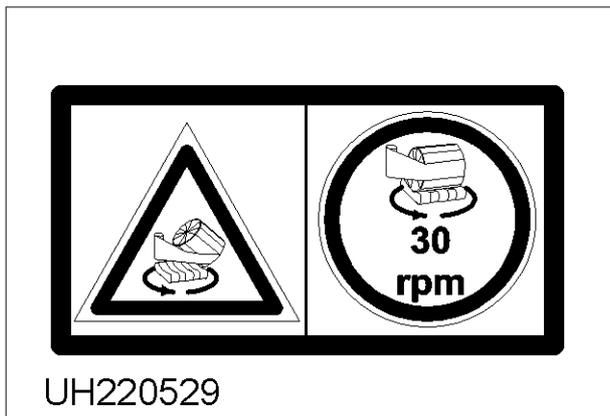

Fig. 18
**Plaque d'avertissement UH220529 (fig. 18).** La balle peut échapper et tomber. Ne pas aller au-delà de la vitesse de rotation recommandée de 30 tours/mn. Des balles mal formées et une vitesse de rotation trop élevée sont des facteurs d'augmentation du risque.